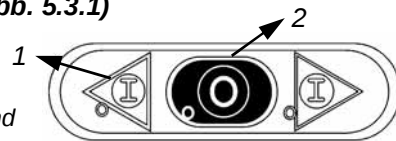

Fig. 5.3.1
5.3 - Die Funktionstüchtigkeit der Stopp-Taste überprüfen (Abb. 5.3.1)
5.4 - Inbetriebnahme der Maschine (Abb. 5.3.1)
Um die Maschine in Betrieb zu nehmen, ist es ausreichend die Betriebstaste "1" Abb. 5.3.1 drücken, nachdem man korrekt den Stecker in die Steckdose gesteckt hat und die Maschine in Betrieb genommen hat.
5.5 - Halt der Maschine (Abb. 5.3.1)
Um die Maschine anzuhalten, ist es ausreichend die Stopp-Taste "2" Abb. 5.3.1 zu drücken und die Maschine hält an.